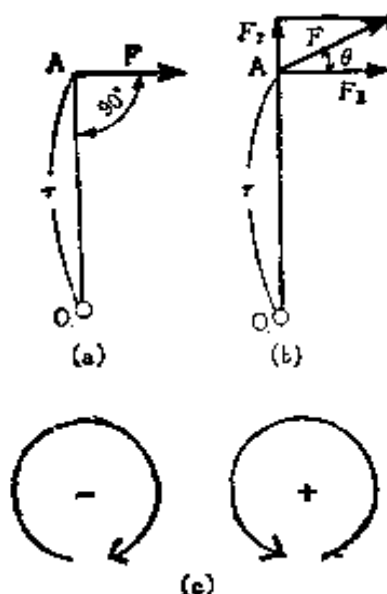

图1.5 (a) 力矩
(1) 力与力臂相垂直作用时〔图1.5(a)〕
(2) 力与力臂不相垂直作用时〔图1.5(b)〕
(4) 力矩的正负〔图1.5(c)〕
【例题】 如图1.5(a)所示， $r = 400 \text{ mm}$ ， $F = 15 \text{ kgf}$ ，试求力 F 对 O 点的力矩。